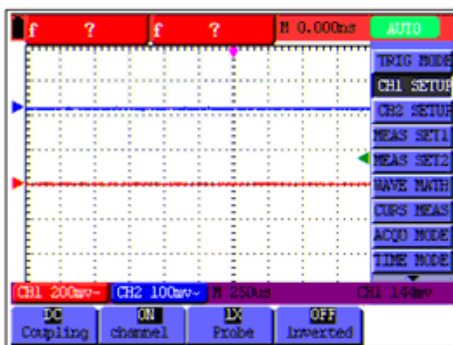

Рис. 34: Настройка канала усиления по вертикали **Кан1** (Коткл)
3. Кнопками **F1...F4** выполните необходимые настройки по Кан1 (см. рис. 34).